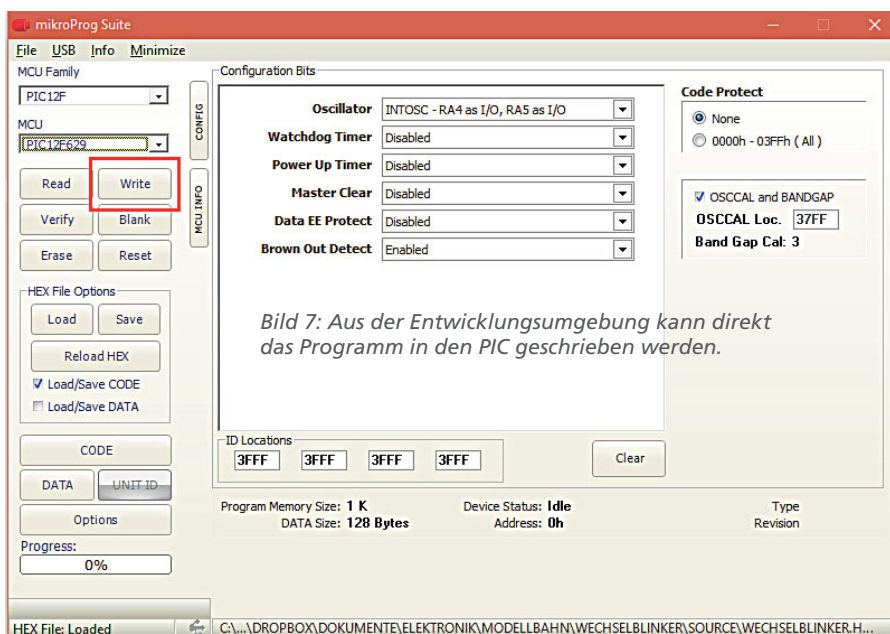

Bild 7: Aus der Entwicklungsumgebung kann direkt das Programm in den PIC geschrieben werden.
- Kompilieren und direktes Schreiben des Maschinenprogramms in den PIC mit wenigen Mausklicks (Bild 7).